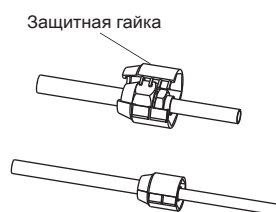

рис.5-5
- Защитная гайка является одноразовой деталью, ее нельзя использовать повторно. В случае переноса блока гайку необходимо заменить на новую (рис.5-5)